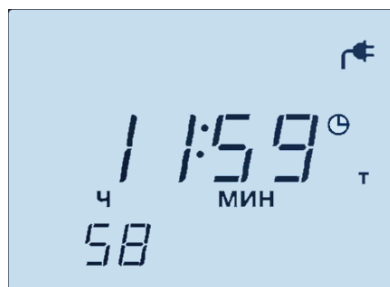

Рисунок 16. Цифровой индикатор Устройства, отображающий обратный отсчет времени
После нажатия на кнопку ТАЙМЕР (16) начнется обратный отсчет времени, установленного в параметре *ТАЙМЕР* (по умолчанию 12 ч), а в нижней строке цифрового индикатора будет мигать секундное значение, сигнализирующее включение режима настройки параметра *ТАЙМЕР* (рис. 16). Пока идет отсчет таймера, с помощью кнопок « – » и « + » можно, соответственно, увеличить или